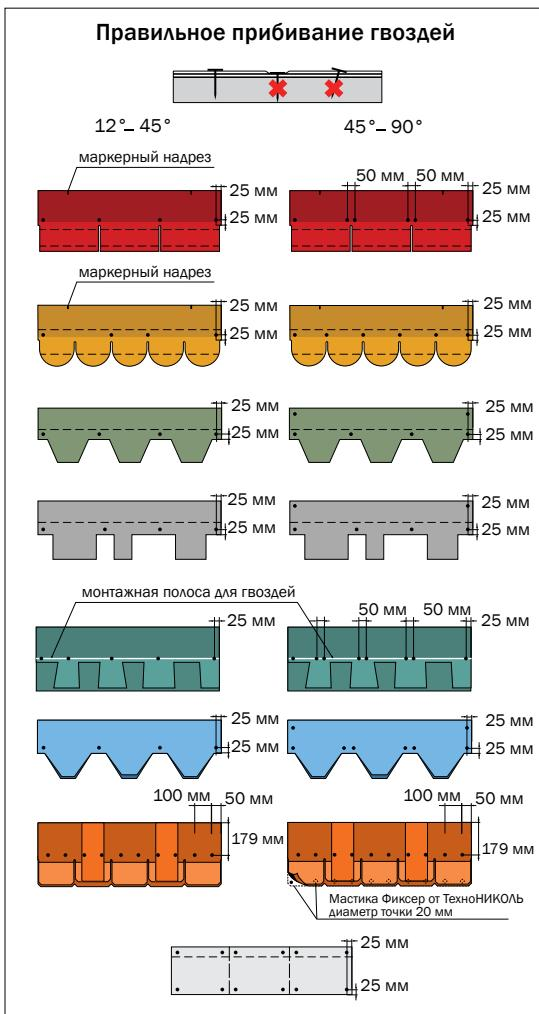

Рис. 12
Каждая рядовая черепица крепится к основанию кровли с помощью специальных оцинкованных гвоздей с широкими шляпками, количество которых зависит от угла наклона ската. Правильное пришивание специальных гвоздей – очень важный момент. Гвозди следует пришивать таким образом, чтобы шляпка находилась в одной плоскости с поверхностью ТехноНИКОЛЬ SHINGLAS, а не врезалась в нее (рис. 12).
Правильное расположение гвоздей и их количество для каждой формы гибкой черепицы ТехноНИКОЛЬ SHINGLAS указано на рис. 12.
**Внимание: В форме нарезки Драконий Зуб гвоздь одновременно должен крепить место нахлеста двух составных частей черепицы. Для ориентира завод производитель наносит специальную монтажную линию на лицевую поверхность ламинированной черепицы (рис. 12). По месту монтажа следует убедиться, что данное условие выполняется. Под коллекцию КОНТИНЕНТ применять гвозди длиной 45 мм.**